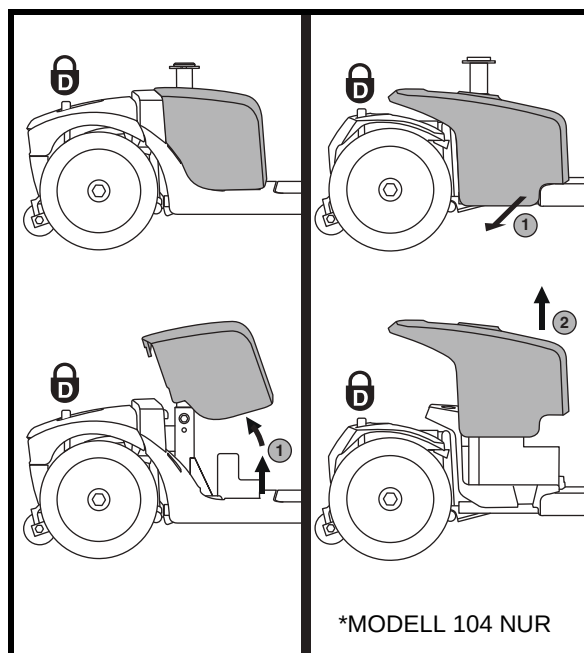

Abb. 10. Battery Entfernen/Anbringen der Verkleidung
1. Entfernen Sie den Sitz und die hintere Abdeckung. **Siehe Abb. 10.**